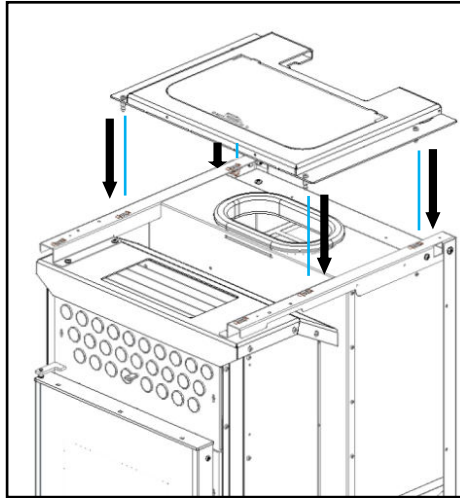

Figura 84 – Colocação do tampo superior
a) Colocar o tampo superior como demonstra a Figura 84. Para garantir que o tampo fica devidamente colocado, este contém quatro pinos na parte inferior que devem encaixar nas molas que se encontram na estrutura.